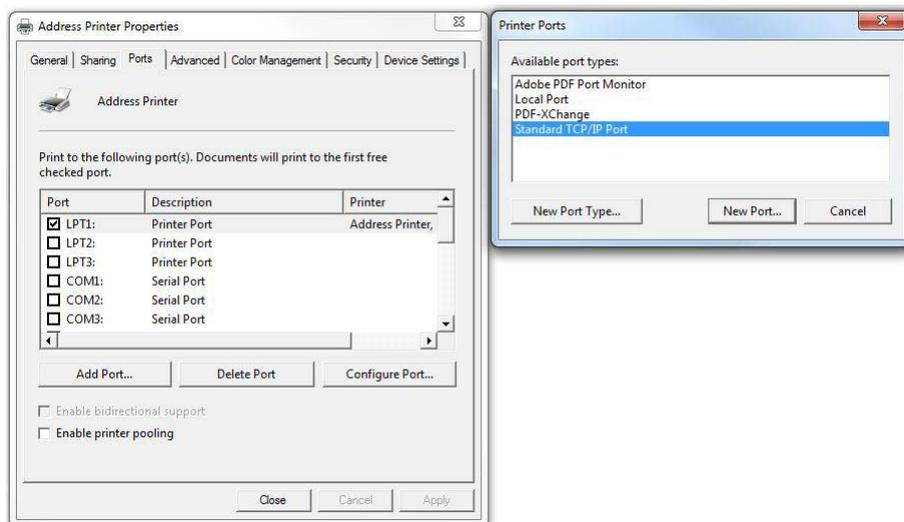

Abbildung 62: Hinzufügen eines TCP/IP Port
- Wechseln Sie in den Reiter "Anschlüsse" und klicken Sie auf "Hinzufügen...". Dadurch öffnet sich ein neues Fenster. Wählen Sie in diesem Fenster "Standard TCP/IP Port" aus und klicken Sie auf "Neuer Anschluss..." (siehe Abbildung 62)